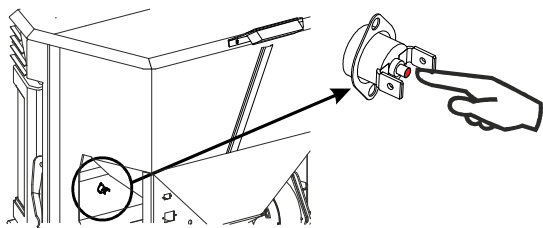
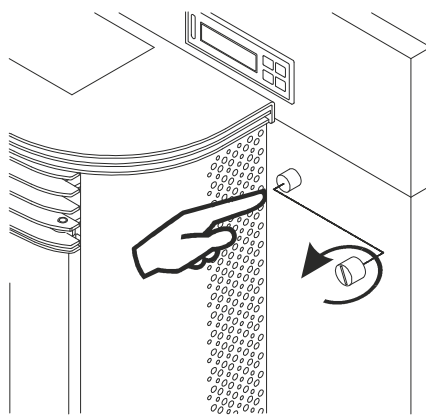

Рис. 33
Рис. 34
- 12.11.** Если мотор редуктор не вращается, а дисплей обнаруживает импульс, в первую очередь необходимо отключить печь и проверить не подключился ли термостат безопасности. При выключенной печи, необходимо проверить термостат безопасности, расположенный внутри. Для модели Eсоaire (Рисунок 33) получаем доступ при открытии правой боковой дверцы, для чего необходимо снять два закрепляющих шурупа. Для его активации необходимо нажать кнопку, если термостат активирован, можно услышать характерный звук. Если термостат безопасности уже был активирован, проконсультируйтесь с вашим дистрибьютором. Во встроенных моделях Eсо I и Eсо II (Рисунок 34), он располагается в передней части, под клавиатурой. Для доступа к нему, необходимо раскрутить защитную крышку.